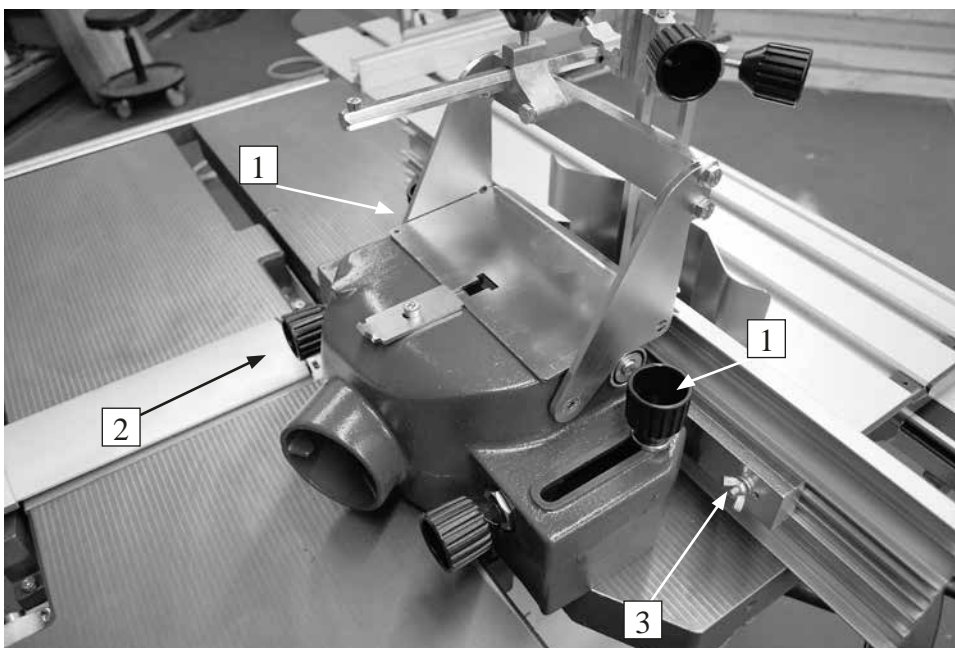
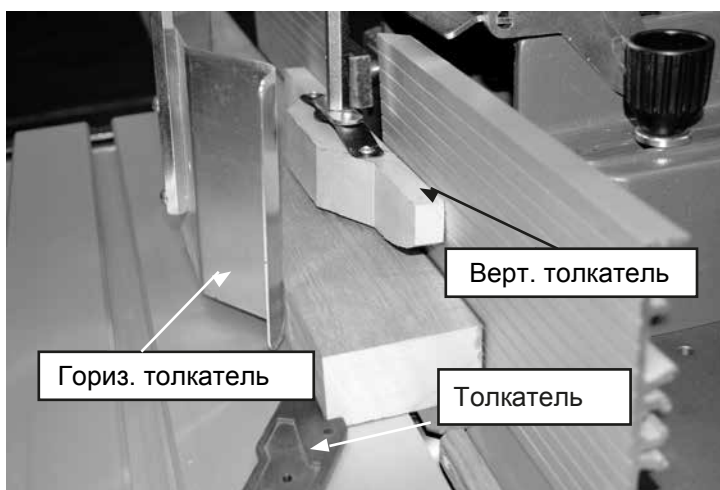

Рис.19
Рис. 20
### Установка фрезерного упора (Рис. 19)
Фрезерный упор крепится на поверхности стола при помощи 2 ручек (Рис. 19,1). Корпус фрезерного упора имеет два паза, которые позволяют перемещать его вперед и назад. После установки упора, положение алюминиевых планок можно отрегулировать при помощи ручек (2). Зазор между планками нужно настроить следующим образом: ослабьте гайку-барашек (3), которая удерживает планки, и сдвиньте их друг другу на максимально близкое расстояние, только чтобы оставался зазор для прохода инструмента между планками. При фрезеровании профильных поверхностей мы рекомендуем использование вспомогательного или встроенного упора. При этом вы достигаете постоянного прилегания заготовки между обеими планками упора, что ведет к большей безопасности и улучшению рабочего процесса. Для выравнивания обеих планок используйте ровную и точную линейку. Перед запуском станка следует проверить блокировку стержней упоров на столе. Толкатели оказывают вертикальное и горизонтальное давление на заготовку, чтобы подавать ее по столу к инструменту и облегчать ее скольжение. Толкатель (Рис. 20), поставляемый со станком, используется для безопасной подачи заготовок. Толкатели должны быть выставлены таким образом, чтобы между основанием горизонтального толкателя и столом был зазор 10 мм, это делает возможным перемещение одного толкателя под другим. Чтобы заменить режущий инструмент или использовать податчик, всю систему толкателей можно снять целиком, ослабив защелки с задней стороны фрезерного упора: потяните рычаг по направлению стрелки. Поднимите небольшую крышку. Теперь систему можно повернуть. Это действие предотвратит падение упоров. Рекомендуем использовать систему подачи, так как часто происходит отбрасывание заготовки при работе с фрезерным упором, потому что обрабатывается только часть заготовки.
## Настройка (рис. 20)